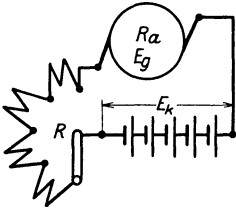

Abb. 63.
Dieser Strom ist so groß, daß ihn unser Motor nicht vertragen würde. Man muß daher zwischen Anker und Stromquelle einen Anlaßwiderstand legen. (Abb. 63 Widerstand R .) (Vgl. auch Abb. 8 und Aufg. 60 und 61.)
185. Ein Elektromotor ist an eine Klemmenspannung von 110 [220] (440) V angeschlossen, er nimmt 20 [15] (10) A auf und macht dabei 1000 [1200] (900) Umdrehungen. Sein Ankerwiderstand beträgt 0,25 [0,5] (1,2) Ω . Um die Drehzahl herabzusetzen, schaltet man dem Anker einen Widerstand R von 2,75 [6,5] (20,8) Ω vor (Abb. 63).